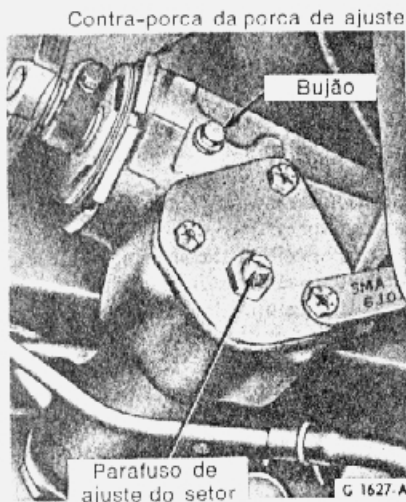

fig. 2 — ajustes do mecanismo da direção
2. Soltar a contra-porca do parafuso de ajuste do setor (fig. 2) e girar o parafuso de ajuste no sentido anti-horário.